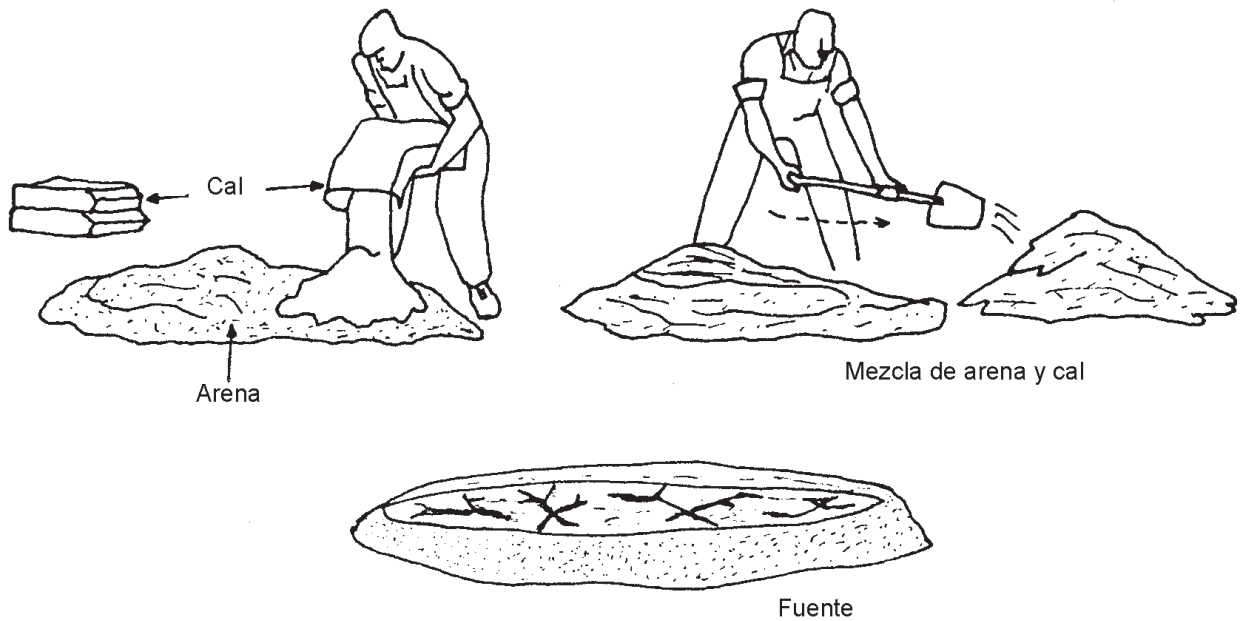

Figura 1
- Por último, el tarro que se vaya a utilizar para transportar la mezcla se moja dentro, para evitar que ésta se pegue en él (figura 1).